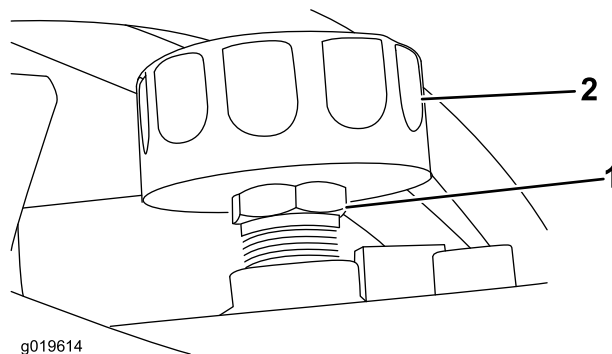

Figure 8
5. Si le niveau d'huile est trop bas, retirez le bouchon de remplissage/reniflard du sommet du réservoir hydraulique (Figure 8), et faites l'appoint de liquide spécifié pour arriver au niveau correct.
6. Reposez le bouchon de remplissage/reniflard. Essuyez le liquide hydraulique éventuellement répandu (Figure 8).